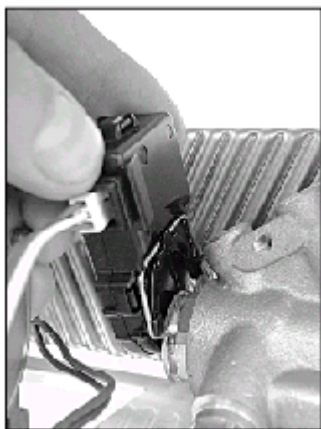

Рисунок 27
- снимите Галлов зонд, размещенный в правой части гидроблока, см. рис. 27;